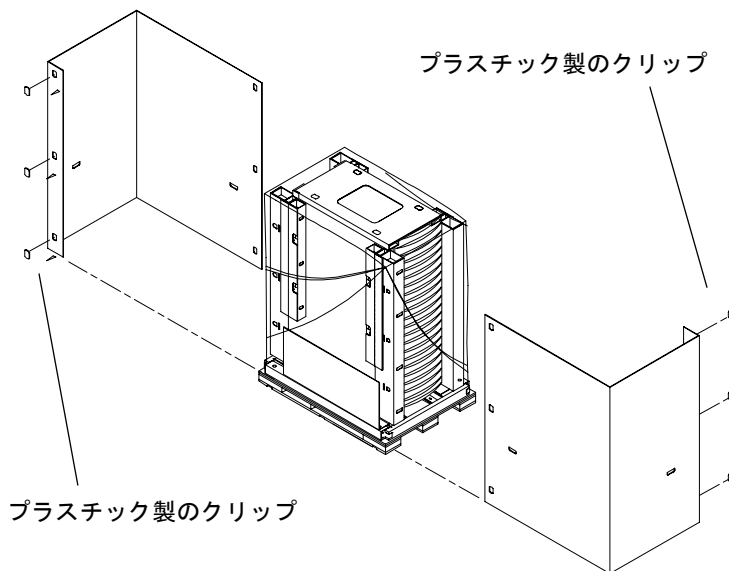

図 2-2 Sun Fire 6800 システムの開梱 — 手順 2
2. 出荷用梱包箱の 2 つの本体枠を固定しているプラスチック製のクリップを取り外します (図 2-2)。